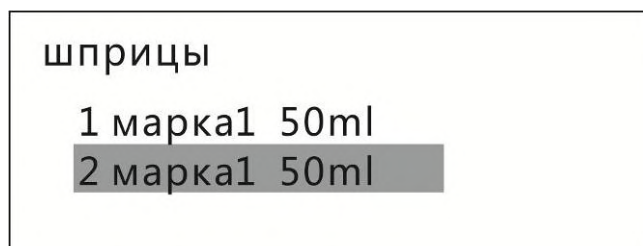

Рис. 4-5
- Если переключатель «Модель» установлен в положение «ВКЛ», откройте экран выбора модели шприца, после чего можно выбрать модель и технические характеристики используемого в данный момент шприца. Поворачивайте регулятор, чтобы увидеть все доступные модели шприцев, и нажмите на него, чтобы выбрать выделенную модель, как показано на рис. 4-5.
- Если переключатель «Модель» установлен в положение «ВЫКЛ»: при использовании только 1 распространенной модели шприца перейдите на следующий экран; при использовании не менее 2 распространенных моделей шприца перейдите на экран выбора модели шприца, где можно выбрать модель и технические характеристики используемого в данный момент шприца. Поворачивайте регулятор, чтобы увидеть все доступные модели шприцев, и нажмите на него, чтобы выбрать выделенную модель, как показано на рис. 4-5.